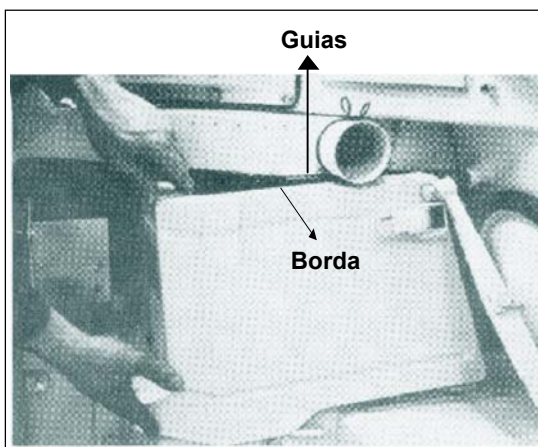

Fig 5-24. Retirada da bateria
(3) retirar o botão de fixação do cesto da bateria superior (chave SW 17) e girar o cesto, 3 (três) baterias se tornarão acessíveis deste lado; (Fig 5-24)